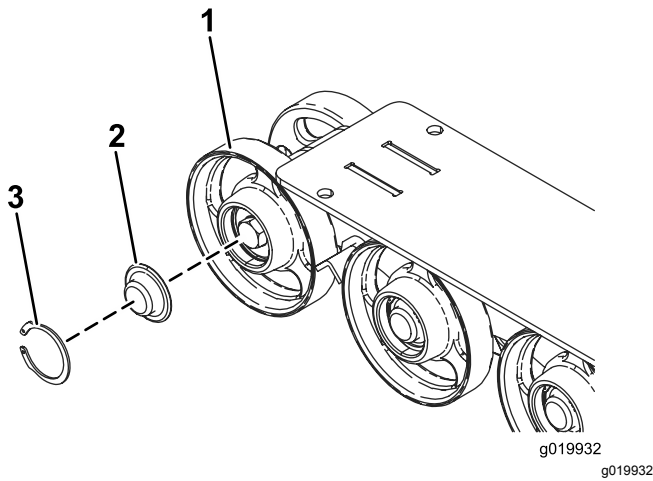

Bild 51
5. Nehmen Sie den Sprengring und die Kappe vom Straßenrad ab (Bild 51).
- 6. Prüfen Sie das Schmiermittel unter der Kappe und um die Dichtung (Bild 51). Wenn es schmutzig, körnig oder verbraucht ist, entfernen Sie das gesamte Schmiermittel, wechseln Sie die Dichtung aus und fügen Sie neues Schmiermittel hinzu.
- 8. Setzen Sie die eingefettete Straßenradkappe auf den Schraubenkopf (Bild 51).
- 9. Befestigen Sie die Straßenradkappe mit dem Sprengring (Bild 51).